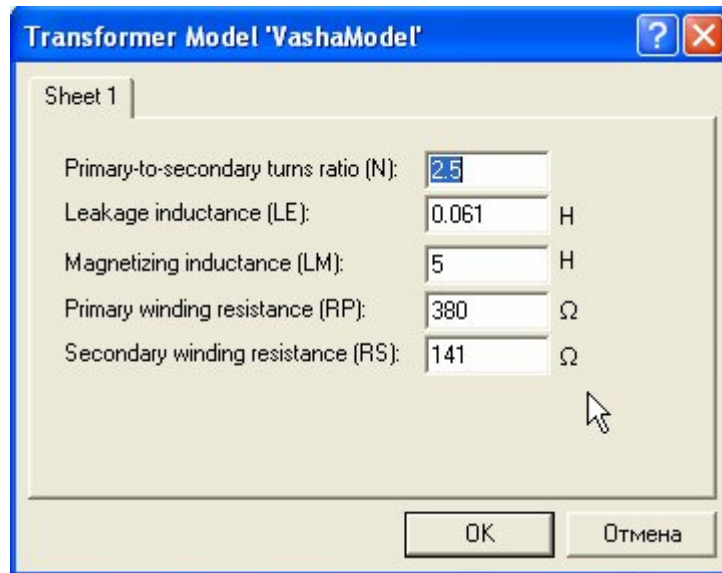

Рисунок 67 – Модель трансформатора
- Secondary winding resistance – Сопротивление вторичной обмотки (Рисунок 67).